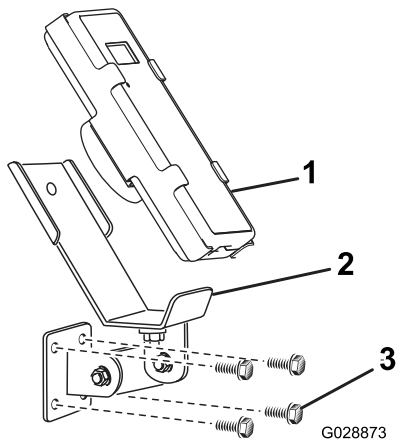
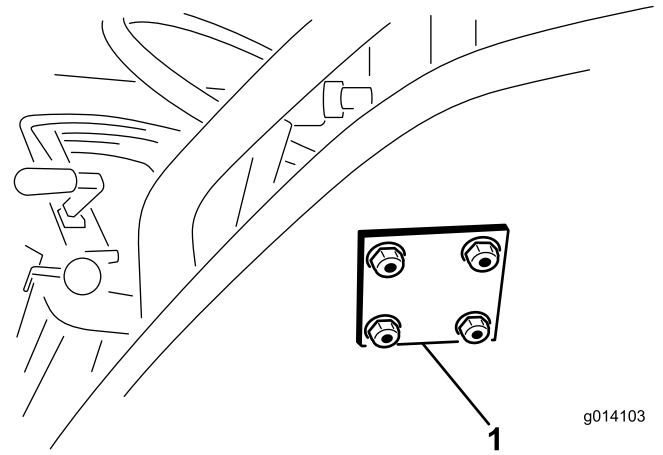

Figura 10
Figura 11
3. Ligue o suporte de montagem e placa posterior com quatro parafusos de cabeça flangeada (5/16 pol. x 1 1/2 pol.) e porcas de bloqueio flangeadas (Figura 10 e Figura 11).